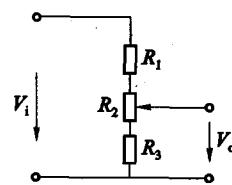

图 1-4 分压电路
**例 1-2** 在电子装置中，常使用由串联电阻组成的分压器，以分取部分电压。如图 1-4 所示表示一分压电路。图中  $R_2$  为一电位器，(即具有 3 个接线端的可变电阻)，若输入电压  $V_i = 12\text{V}$ ,  $R_1 = R_3 = 550\Omega$ ,  $R_2 = 330\Omega$ , 求输出电压的变化范围。
由计算可知，如图 1-4 所示的分压器，其输出电压的变化范围是 4.6~7.38 伏。